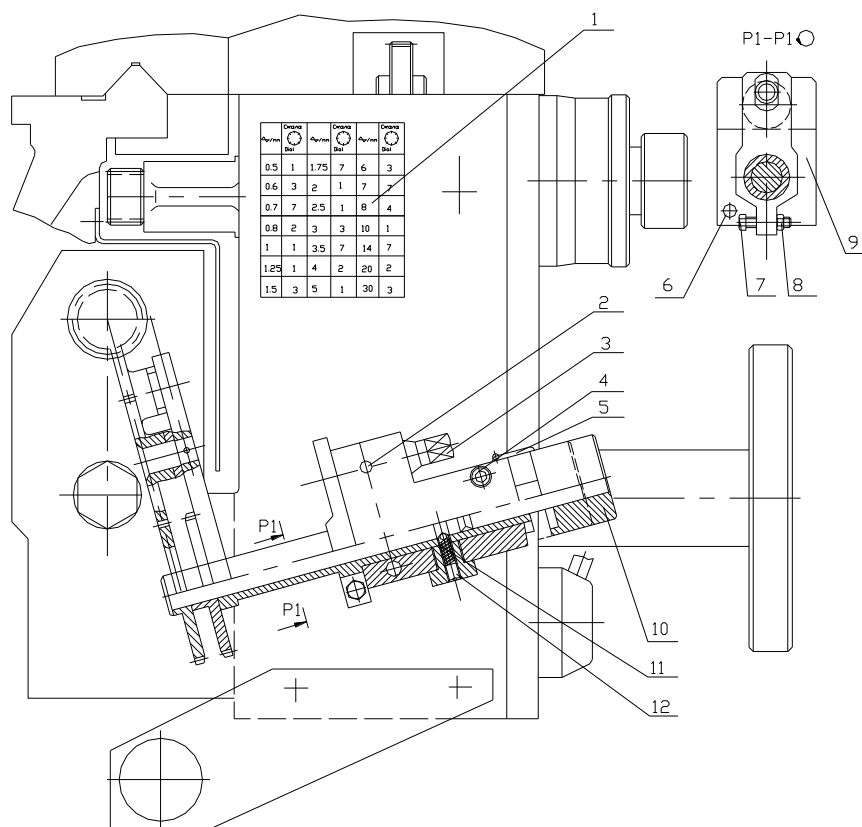
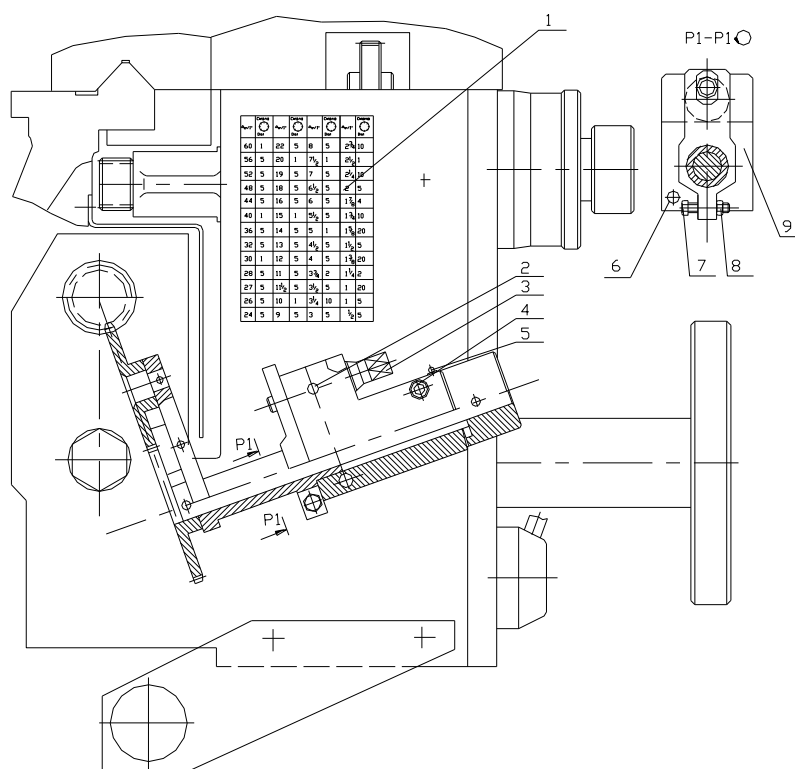

Fig.13.1.1
Fig.13.1.2
13.1. Gewindeanzeiger für das wiederholbare Treffen in der Steigung (Fig.13.1.1 und Fig.13.1.2)
An dem Gewindeanzeiger fig.13.1.1 – Millimeterausführung sind zwei Skalas 1; 3; 7 - z=21 und 1; 2; 4 – z=20 vorgesehen.
Der Gewindeanzeiger fig.13.1.2 – Zollausführung hat ein Skala: 1;2;4;5;10;20.